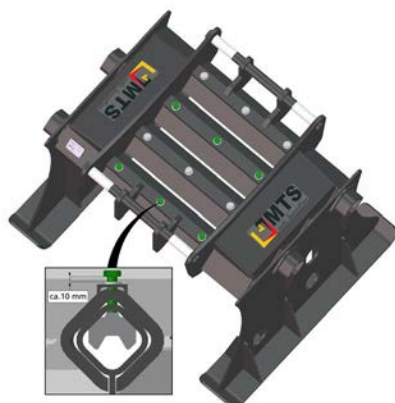

Abbildung 13: Schrauben lösen
1. Schrauben **eines** Seitenfußes (siehe grüne Markierung Abbildung 13, Seite 10) mit dem entsprechenden Werkzeug lösen und ca. 10 mm herausdrehen.